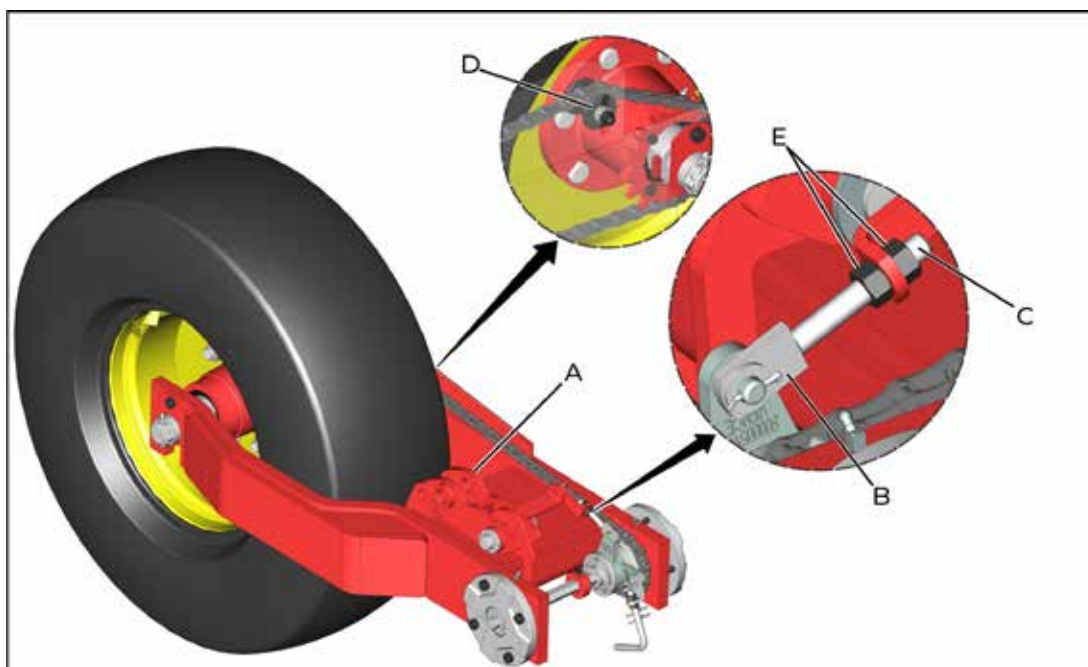

fig. 17
As semeadoras adubadoras PAMPEANA Série 02 são equipadas com catracas localizadas na transmissão intermediária. Quando o plantio é iniciado, a catraca é acionada. Quando suspensas as linhas, a catraca é desligada automaticamente através do articulador (A) (fig. 17), localizado no rodado.
Ajuste a haste reguladora (B) (fig. 17) de tal forma que permite um maior ou menor tempo de abertura e acionamento da catraca, através do fuso (C) e das porcas (E).